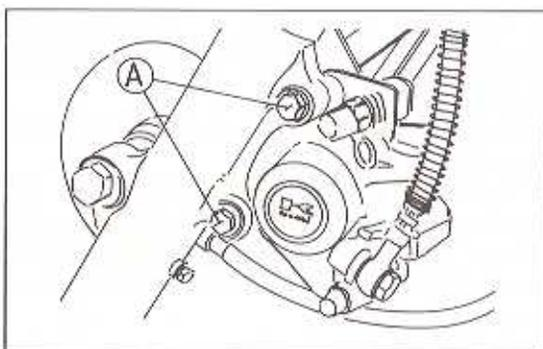

Bild 43
- Die Bremszange von der Vorderradgabel abschrauben (Bild 43).